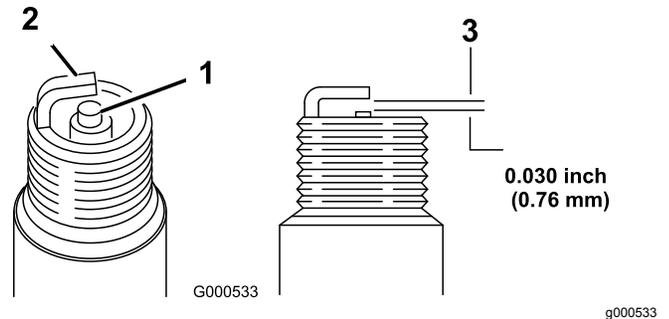

図 21
5. 電極間のすき間を 0.76 mm に調整する 図 21。